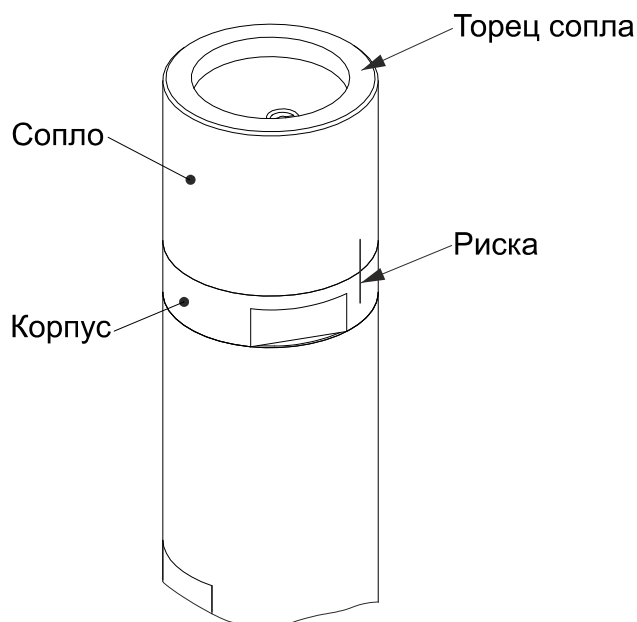

Рисунок 10 – Проверка правильности установки сопла
**ВНИМАНИЕ: ПОСЛЕ ОКОНЧАНИЯ ПРОЦЕДУРЫ ПРОВЕРКИ ГЕРМЕТИЧНОСТИ, ВО ИЗБЕЖАНИЕ ПОВРЕЖДЕНИЯ МАНОМЕТРА, ПЛАВНО СБРОСЬТЕ ДАВЛЕНИЕ ИЗ КАЛИБРАТОРА, МЕДЛЕННО ОСЛАБЛЯЯ ПРИЖАТИЕ РЕЗИНОВОЙ ПРОКЛАДКИ ПРИСПОСОБЛЕНИЯ ДЛЯ ПРОВЕРКИ ГЕРМЕТИЧНОСТИ К СОПЛУ (РИС. 10).**
– убедиться, что сопло правильно установлено относительно корпуса поршневой колонки в горизонтальной плоскости (рис.10). Для этого проверить совпадение рисок на сопле и корпусе сопла поршневой колонки. В случае если риски не совпадают, необходимо повернуть сопло таким образом, чтобы риски совпали;
– убедиться, что сопло не приподнято относительно корпуса поршневой колонки (рис.10). Для этого необходимо аккуратно постучать по торцу сопла по-